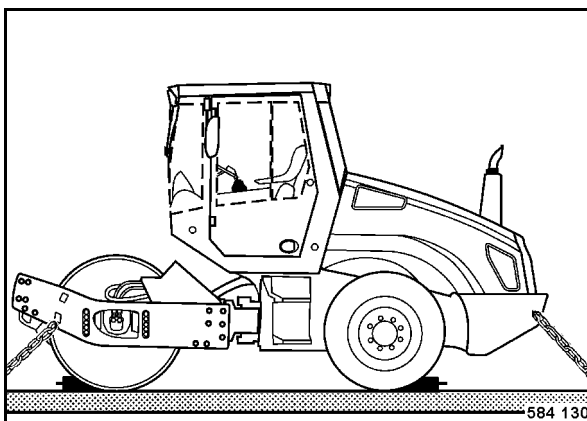

Fig. 67
- Trincar la máquina en el medio de transporte (Fig. 67) fijando el atado en las cuatro arremallas del bastidor delantero y trasero.